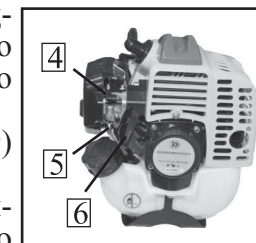

рис.9
б) 5-7 раз нажмите на кнопку насоса ручной подкачки топлива 5 (рис.9). Если топливо не заполнило колпачок, надавите на кнопку насоса ещё несколько раз;
в) Переведите рычаг воздушной заслонки 4 (рис.9) вверх в положение “Полностью закрыта”;
г) Несколько раз (обычно 2-3) сначала плавно (выбирая свободный ход шнура стартера), а затем энергично потяните шнур стартера за рукоятку 6 (рис.9) до тех пор, пока не убедитесь, что двигатель запустился;
е) Переведите рычаг воздушной заслонки 4 (рис.9) вниз в положение “Полностью открыта”.
7.1.3 Запуск “горячего двигателя”. При запуске прогретого двигателя нет необходимости полностью закрывать воздушную заслонку. Перед запуском прогретого двигателя установите рычаг воздушной заслонки 4 (рис.9) в положение “Частично закрыта” - среднее положение между “Полностью закрыта” и “Полностью открыта”. Далее запускайте двигатель как указано в п.7.1.2 (г-е).